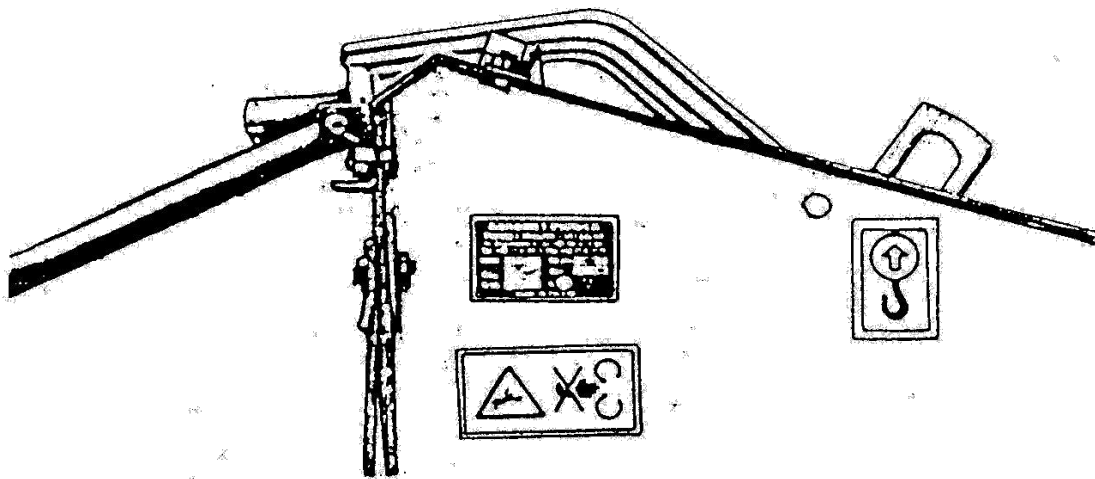

Abb. 1 Platzierung des Datenschildes
- das Datenschild an der rechten Hinterwand des Rahmens (Abb. 1);